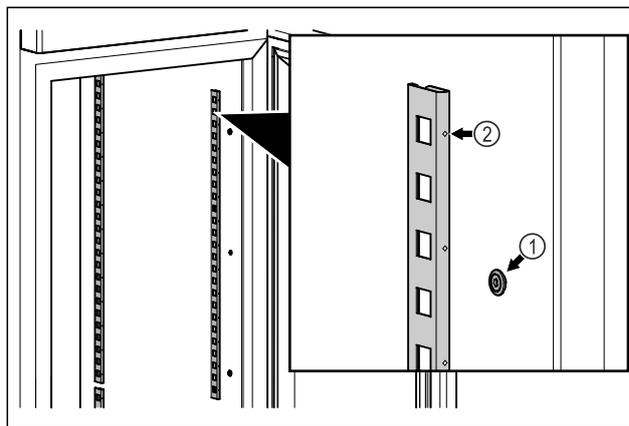

Fig. 83 Примерное изображение
- ▶ Навесьте фиксатор на крепление Fig. 83 (1). Отметка Fig. 83 (2) должна располагаться спереди.